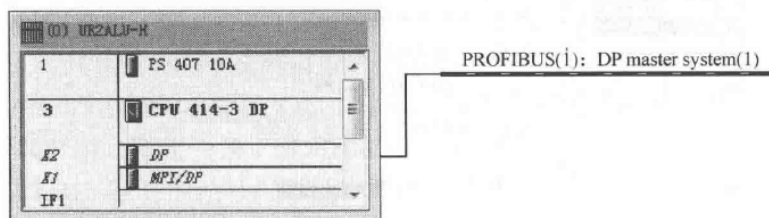

图 8-8 PROFIBUS 网络
(2) 双击“Hardware”图标，组态机架、PS 和 CPU 模块，插入 CPU 414-3DP 模块时，选择与从站相同的 PROFIBUS 网络，并设置站地址参数，本例中 CPU414-3DP 的 PROFIBUS 地址为 2。组态完成后单击“OK”按钮确认插入到 PROFIBUS 网络，如图 8-8 所示。